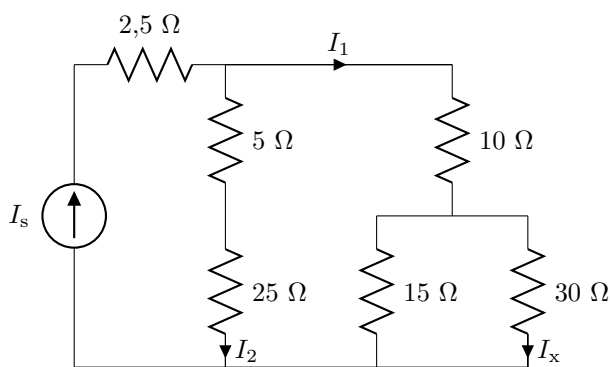

Figura 2.9: Circuito del problema 9.
9. Encuentra en el circuito de la figura 2.9: a)  $I_x$  si  $I_1 = 12$  mA; b)  $I_1$  si  $I_x = 12$  mA; c)  $I_x$  si  $I_2 = 15$  mA; d)  $I_x$  si  $I_s = 60$  mA.